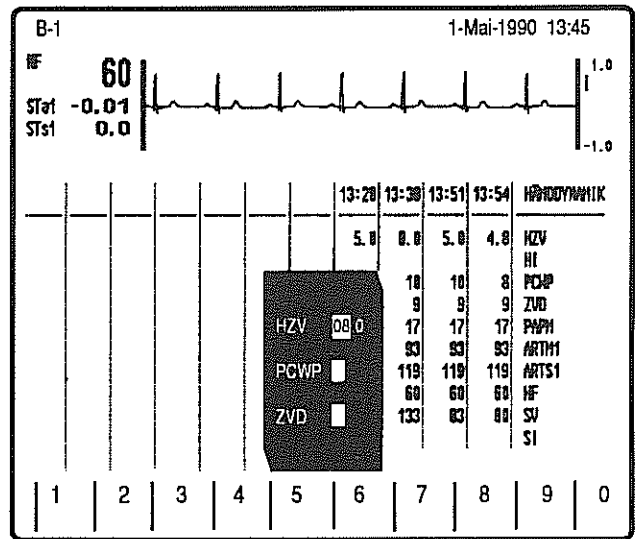

Bild 22
- * Der Cursor blinkt bei HZV als Zeichen, daß Sie den HZV-Wert eingeben können. Achten Sie darauf, daß Sie hier stets zwei Stellen vor und eine hinter dem Komma eingeben (Z.B. bei einem HZV-Wert von 8 geben Sie ein: 0 8 0 (Bild 22)).